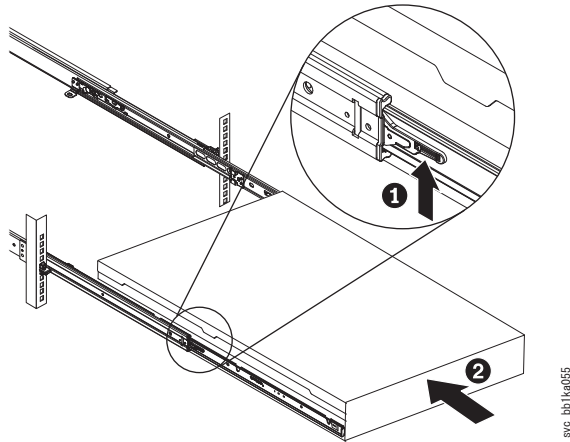

図 236. ラックのスライド・レールの SAN ボリューム・コントローラー 2145-CF8 または 2145-CG8 ロック・レバーを上げる
9. スライド・レール上のロック・レバー (269 ページの図 236 の **1**) を上げて、サーバー **2** を、所定の位置にカチッと音を立てて収まるまで、ラック内に完全に押し込みます。